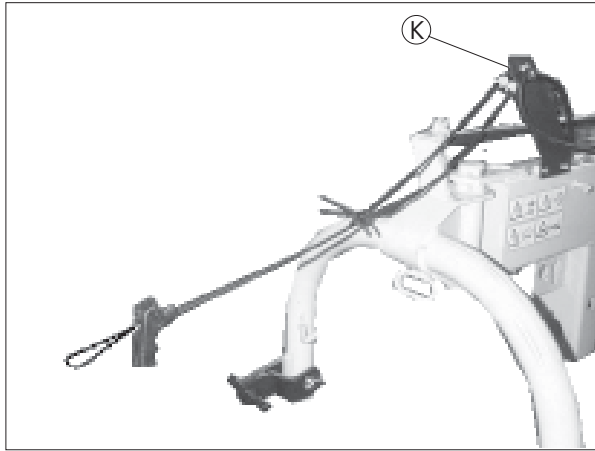

Fig. 3-14
Visser le porte-câbles (K) sur l'extrémité avant du cadre avec deux vis autotaraudeuses M8x16 (fig. 3-14).